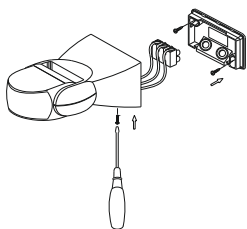

Рисунок 2 – Монтаж
– открутить винт крепления задней крышки датчика, расположенный на нижней части корпуса. Снять заднюю крышку (рисунок 2).